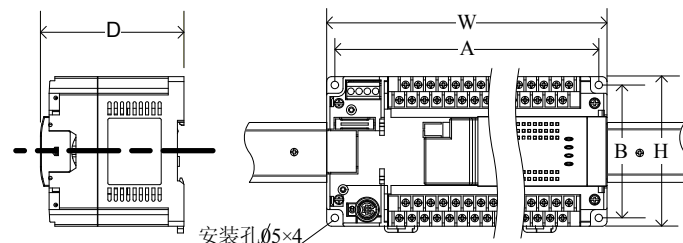

图 1 安装尺寸示意图
- ◆ 为防止机器内部温度过热, 请采用正常的壁挂方式安装, 如图1右图所示。要求上下留有300mm以上空间作为散热空间。